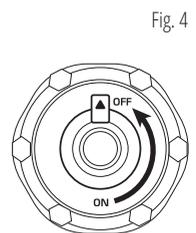

Fig. 4
7. Après l'arrêt, laissez refroidir le générateur et fermez l'évent sur le bouchon du réservoir de carburant (pour le modèle KSB 21i S position OFF, fig. 4).